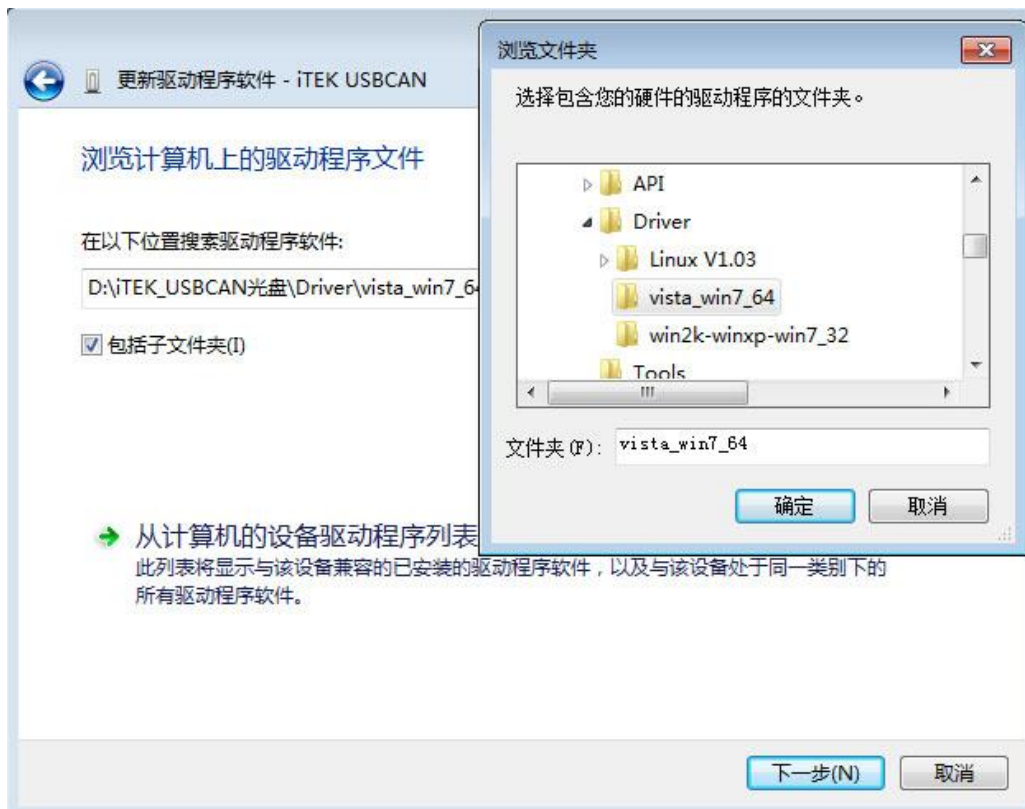
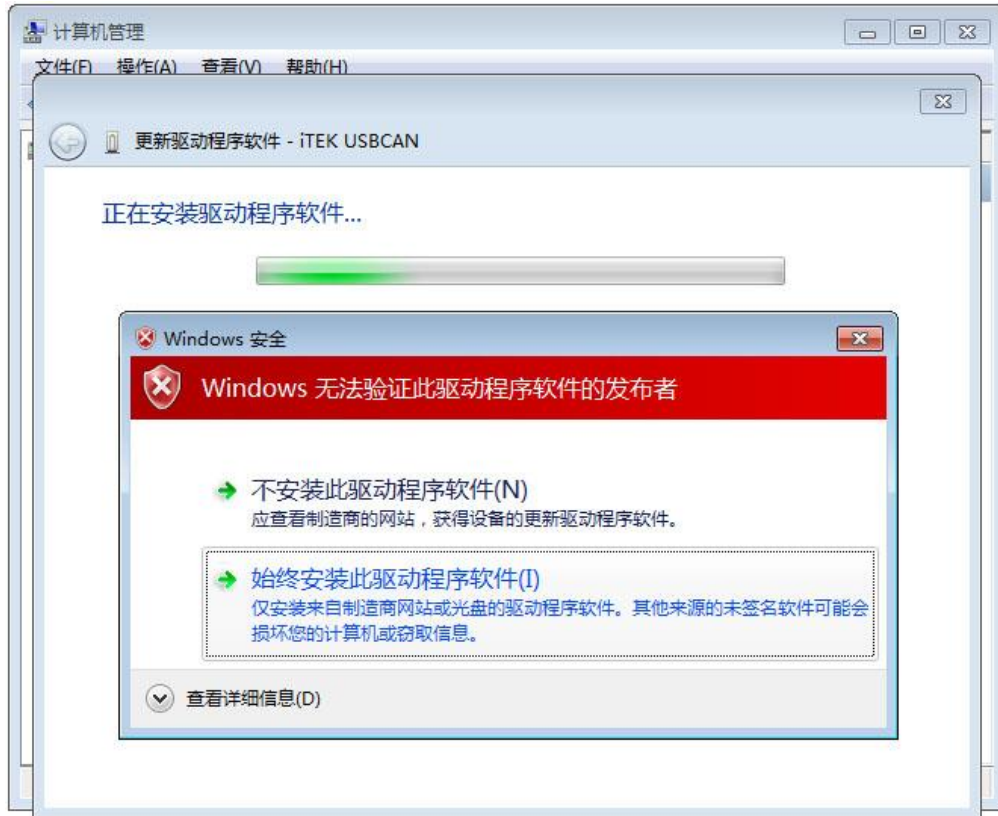
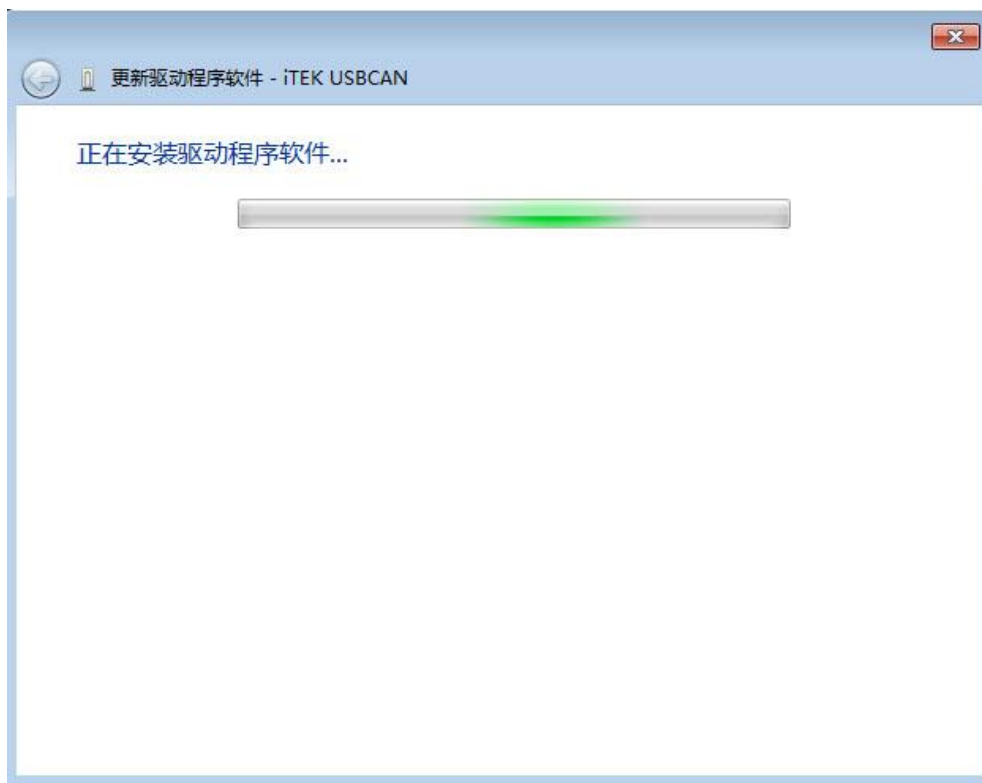

图 3-4 驱动文件路径选择窗口
图 3-5 数字证书安全提示
图 3-6 驱动正在安装界面
3) 在图 3-1 窗口选择<浏览计算机已查找驱动程序软件 >，将弹出图 3-4，并将驱动程序路径指向驱动文件所在的文件夹；
4) 在图 3-4 窗口点击<确定>按钮，系统会弹出数字证书安全提示如图 3-5，选择<始终安装此驱动程序软件>，会弹出驱动正在安装界面，如图 3-6 所示。安装完毕后系统会提示驱动安装成功，如图 3-5 所示；